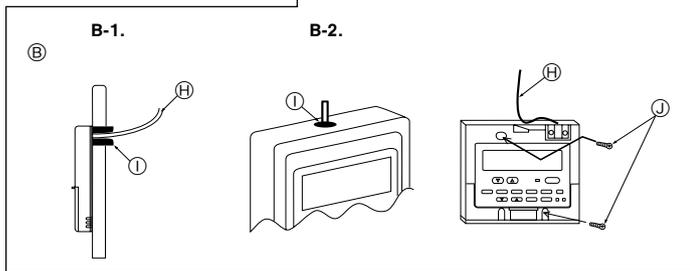

Fig. 7-7
(2) Καλύψτε την είσοδο του καλωδίου στο τηλεχειριστήριο με στόκο ή μαστίχη για να αποφύγετε την ενδεχόμενη είσοδο σταγόνων, νερού, καταρτιδών ή σκουλικιών. (Fig. 7-7)